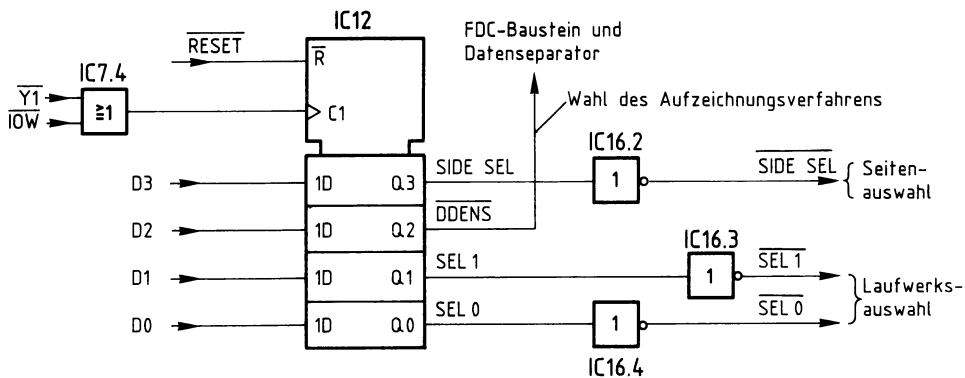
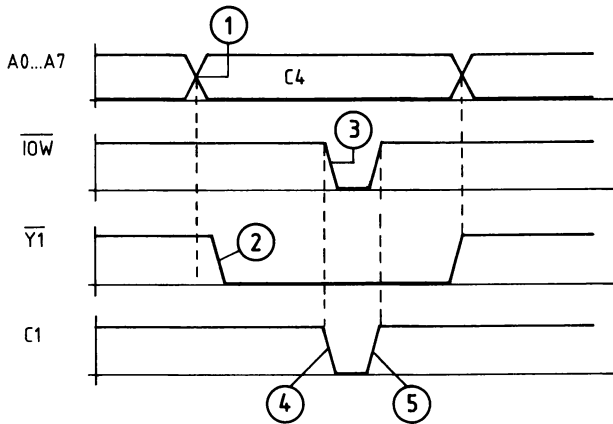

Bild 161: Der Steuer-Port mit dem Baustein 74LS175 (IC12).
Bild 162: Die Erzeugung eines Takt-Impulses für den Steuerport-Eingang C1.
Die Ausgangspegel der einzelnen D-Flip-Flops können durch eine Ausgabe-Operation (OUT-Befehl) der CPU festgelegt werden; dies ist in Bild 162 gezeigt.
Erläuterungen zu Bild 162:
- ① Während einer Ausgabe-Operation OUT 0C4 wird über die Baugruppen- und Baustein-Auswahl (IC2 und IC3) ...
- ② der Ausgang $\overline{Y1}$ des 1-aus-8-Decoders (Bilder 156–159) auf L-Pegel geschaltet. Dieses Signal wird mit Hilfe des ODER-Gatters IC7.4 (siehe Bild 161) mit dem Steuersignal \overline{IOW} verknüpft,
- ③ das während der Ausführung des OUT-Befehls ebenfalls L-Pegel führt.
- ④ Somit entsteht am Ausgang des ODER-Gatters bzw. am Takt-Eingang C1 des 4fach-D-Flip-Flops ein negativer Impuls.
- ⑤ Mit der steigenden Flanke des Taktimpulses an C1 werden die logischen Pegel der vier Datenbits D0 bis D3 in die D-Flip-Flops übernommen und gespeichert.
Die drei Steuersignale SEL0, SEL1 und SIDE SEL werden invertiert und dann erst den Laufwerken zugeführt (siehe Bild 161 und auch Bild 152).
Da der Eingang A des 74LS123 auf der FDC-Baugruppe fest auf L-Pegel gelegt ist, läßt sich die monostabile Kippstufe mit einer ansteigenden Signalflanke am Eingang B anstoßen. Mit jeder Ausgabe eines Steuerwortes zum Steuer-Port (vgl. Bild 161) entsteht ein negativer Impuls am Takteingang des Steuer-Ports; vgl. Bild 162. Mit der ansteigenden Flanke dieses Impulses wird die monostabile Kippstufe angestoßen. Dadurch wird der Ausgang Q für eine bestimmte Zeit auf H-Pegel geschaltet. Diese Zeit wird durch die RC-Kombination R8/C6 bestimmt und läßt sich nach Herstellerangaben wie folgt berechnen: